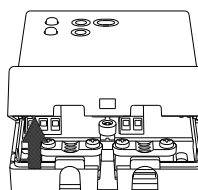

Fig. 3
- 3 Faire tourner le couvercle en exerçant une légère pression pour l'extraire complètement (Fig. 3).
- 7 Placer le couvercle du compartiment câbles sur la base et le tourner vers celle-ci, pousser vers l'intérieur la languette en plastique du dessous de la base et exercer une pression suffisante au déclenchement de la languette de fixation à l'intérieur du trou prévu à cet effet (Fig. 3).